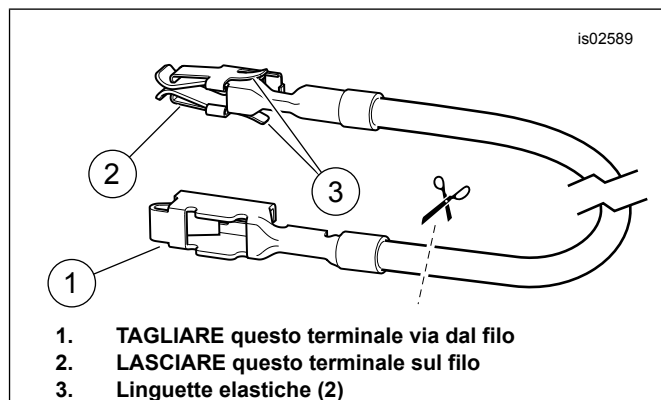

Figura 17. Filo dell'adattatore del pannello fusibili (modelli Dyna e Softail)
3. Vedere Figura 27. Prendere dal kit il filo arancione/bianco dell'adattatore del pannello fusibili (12). Ad ogni estremità, prendere nota del terminale (vedere Figura 17). In questo pannello fusibili si inserisce solo il terminale con le linguette elastiche. Tagliare via dal filo con attenzione il terminale non usato ed eliminarlo.